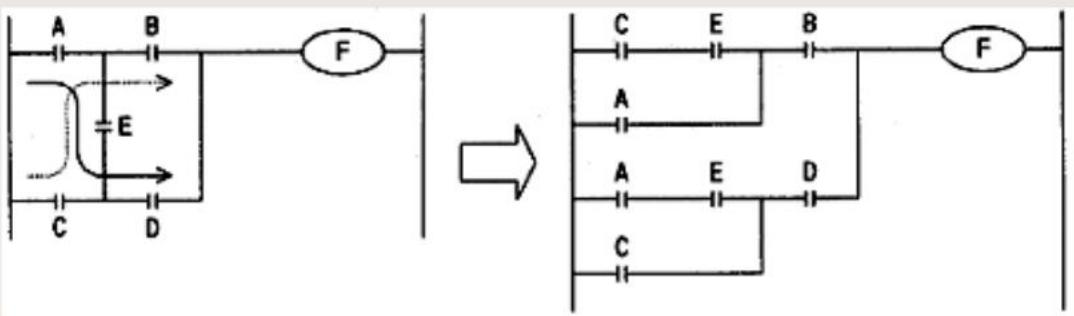

图 5.1.1
2. 触点应画在水平线上，不能画在垂直分支线上。如图5.1.1所示，像图中触点E被画在垂直线上，便很难正确识别它与其他触点的关系，也难于判断通过触点E对输出线圈Y的几种可能控制路径画成右图所示的形式。